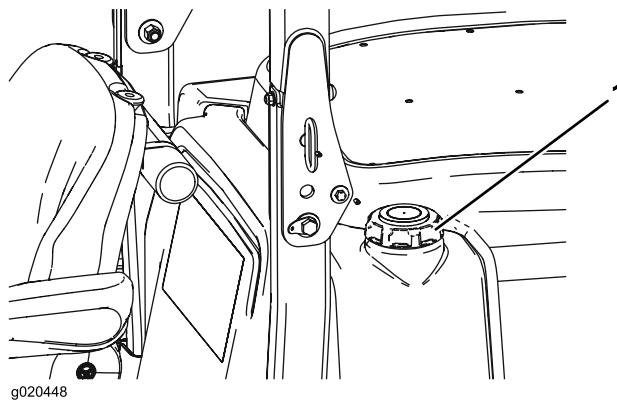

Figure 13
3. Retirez le bouchon du réservoir de carburant (Figure 13).